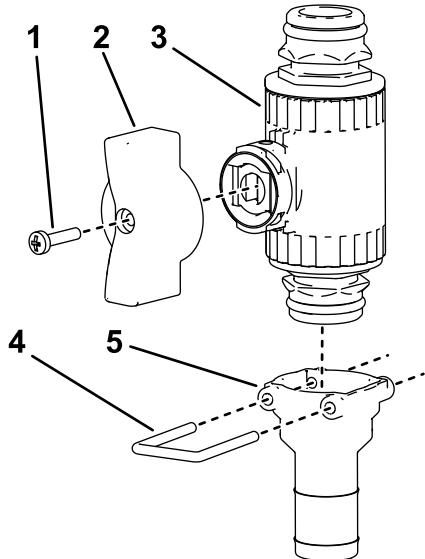

Figura 31
12. Monte el acoplamiento recto en la otra válvula de control recta usando la horquilla de retención, como se muestra en la Figura 31.